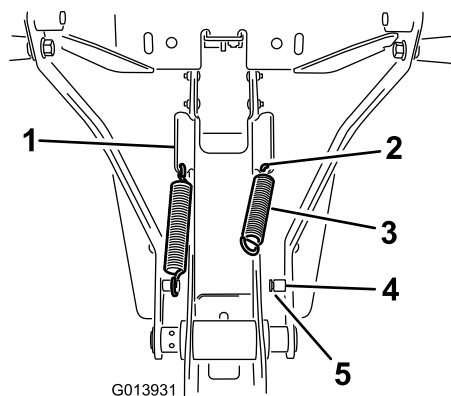

Рисунок 18
2. Зацепите 1 конец пружины за отверстие, а другой конец – за стойку пружины (Рисунок 18).
3. Убедитесь, что конец пружины правильно установлен в канавку в стойке (Рисунок 18).
1. Установите пружину в отверстие в нижнем конце углового выступа в боковой части рамы в сборе (Рисунок 18).